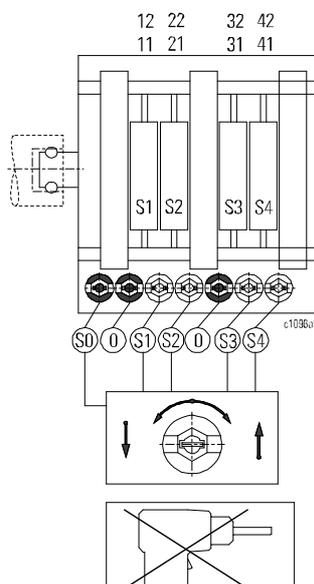

Fig. 75
Con el tornillo de ajuste negro (S0) pueden ajustarse todos los discos de levas juntos. Entonces permanece inalterado el ajuste relativo de cada contacto (véase Fig. 75). Los tornillos negros de ajuste negros con marcación (0) están sin función.
(Distancia mínima entre el guía de cable (S) y las uñas de apriete (K) para la sujeción del cable = 20 mm, ver Fig. 75)